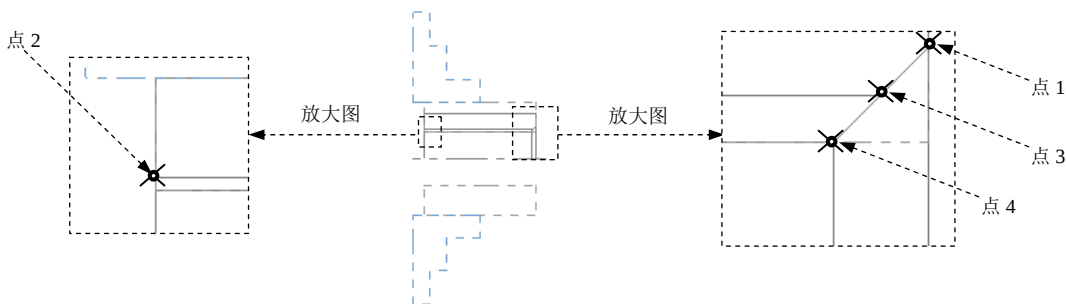

图 13.5.15 定义螺纹型式参数
Step2. 在“螺纹外形参数”设置界面中单击 **起始位置** 按钮, 然后选取图 13.5.15 所示的点 1 作为起始位置; 单击 **结束位置** 按钮, 然后选取图 13.5.15 所示的点 2 作为结束位置; 单击 **大径(螺纹外径)** 按钮, 然后在图形区选择图 13.5.15 所示的点 3 作为大的直径参考; 单击 **小径(螺纹内径) (M)** 按钮, 然后选择图 13.5.15 所示的点 4 作为小的直径参考; 在 **螺纹方向** 下拉列表中选择 **内径** 选项, 在 **导程** 文本框中输入值 2.0, 其他参数采用系统默认设置值。